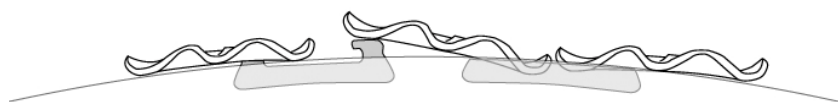

Fig. 4
4. Spostare la macchina in avanti fino a far toccare la parte libera della catena con quella bloccata con le fascette. (Fig. 4).